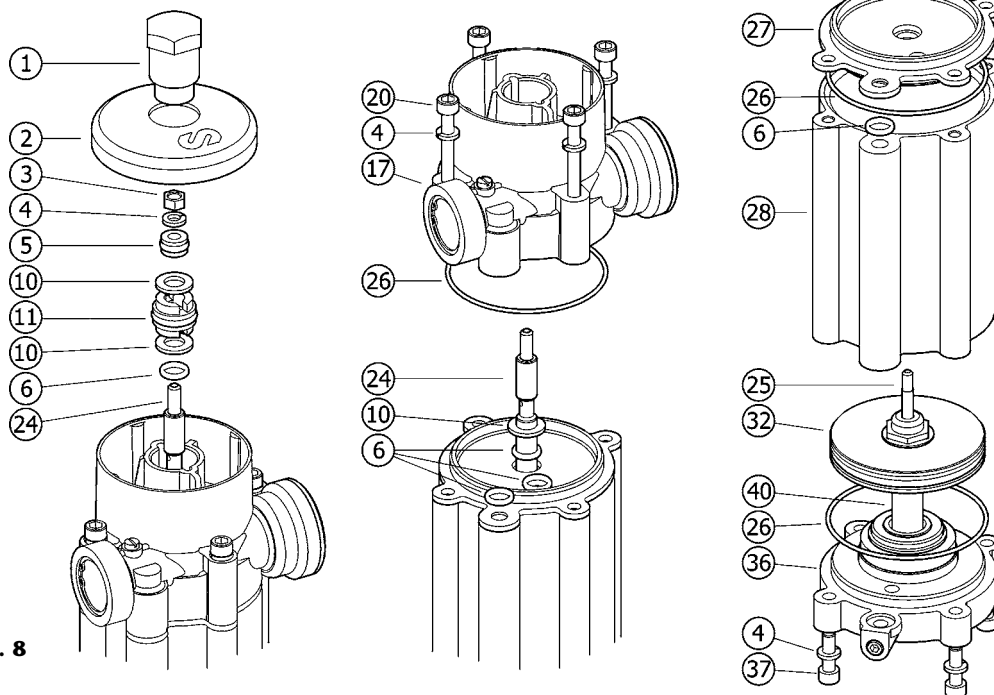

Fig. 8
1. Desrosquear a porca de fixação (19) e retirar o silenciador (18).
2. Limpar bem o silenciador (18), e voltar a colocá-lo na sua posição; rosquear novamente a porca de fixação (19) (fig. 8).
JUNTAS DO MOTOR DE AR (FIG. 8)